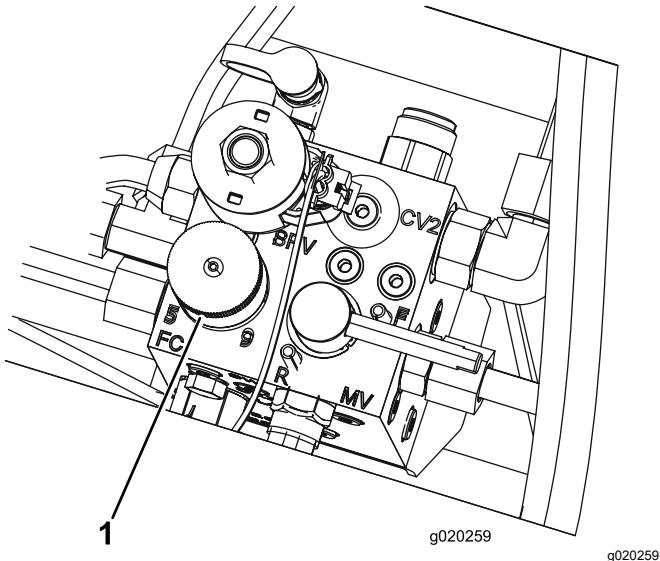

Figura 34
4. Per impostare la velocità dei cilindri girate la manopola (Figura 34) fino a portare la freccia in linea con il numero corrispondente all'impostazione desiderata.